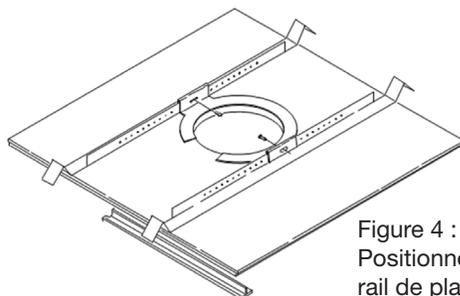

Figure 4 :
**Plafonds suspendus** - insérez l'anneau C dans le trou découpé dans le plafond (ou le mettre en place depuis le dessus du plafond si vous y avez accès). Positionnez l'anneau C autour du trou avec les onglets disposés comme indiqué dans la figure 4. Insérez les rails de plaque par le trou découpé dans la plaque du plafond. Enclenchez les deux rails dans les deux onglets de la plaque C et alignez les rails afin que les extrémités recouvrent la trame de profilés sur le côté de la plaque. Fixez les rails sur les onglets de l'anneau C en insérant une vis à travers chaque onglet du rail. Tout cela peut être réalisé depuis le dessous de la plaque de plafond si nécessaire.